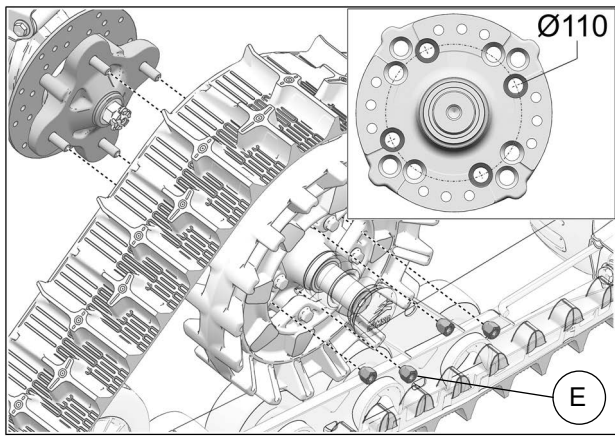

Fig. 24
13. Fixer le système de traction au moyeu de roue avant. Utiliser le cercle de perçage de $\varnothing 110$ mm et les écrous de roue M12x1.25 (E) fournis. Voir Fig. 24